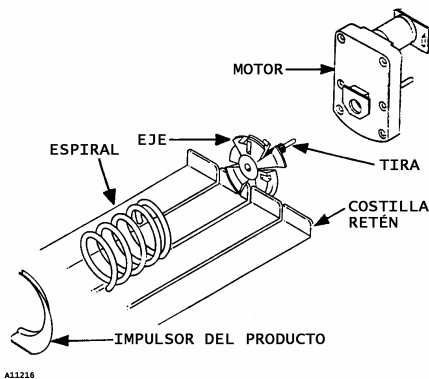

Figura 7. Motor y Espiral
1. Retire la cubierta del motor. Ver Figura 7